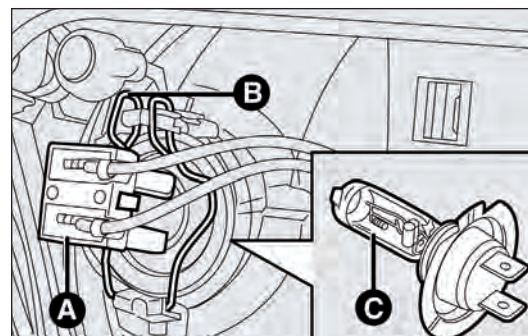

fig. 184
- débrancher le connecteur électrique A-fig. 184 ;